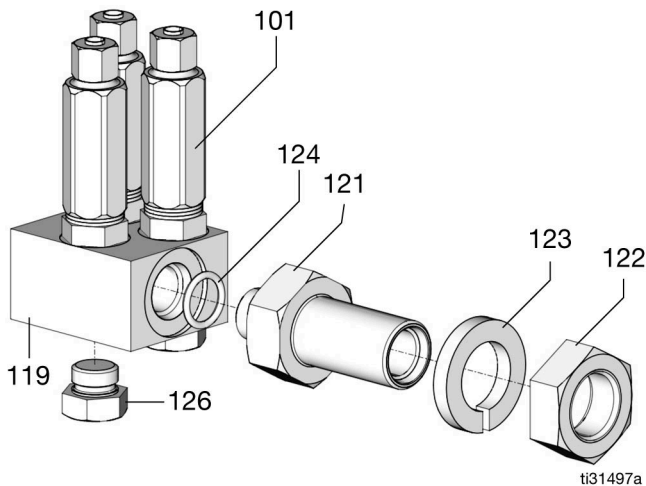
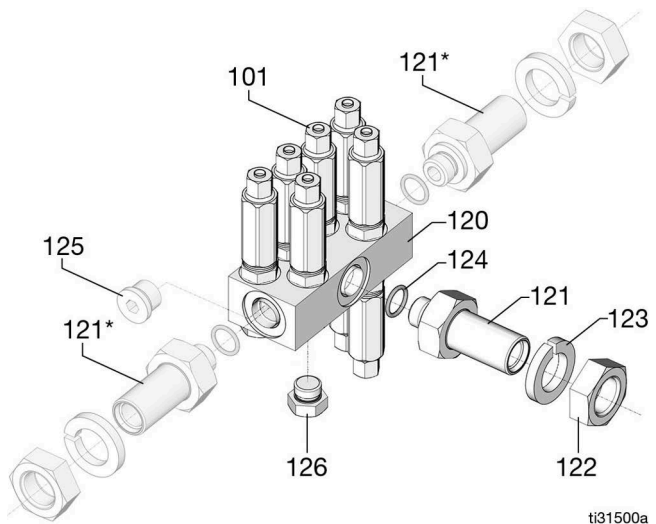
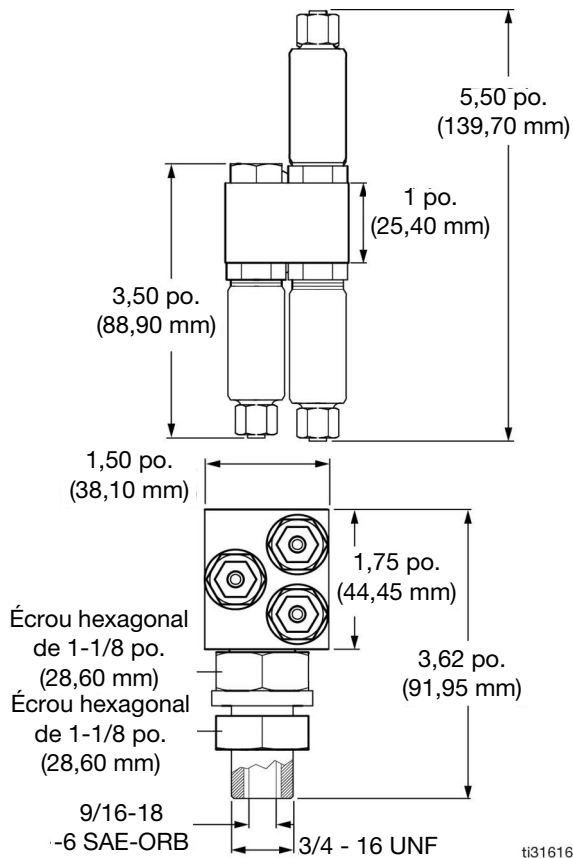

FIG. 39
FIG. 40
FIG. 41
- le collecteur à 6 orifices, utilisé sur les systèmes de lubrification à 6 points de lubrification ou moins (FIG. 39 et FIG. 41).
- le collecteur à 12 orifices, utilisé sur les systèmes de lubrification à 7 à 12 points de lubrification (FIG. 39 et FIG. 40).
\* Sur la FIG. 40 la tige de collecteur (121) est illustrée telle qu'elle est montée dans l'orifice inférieur. Elle peut aussi être montée dans les orifices latéraux.
1. Placer la tige de collecteur (121) et le joint torique (124) dans l'orifice d'entrée du collecteur d'injecteurs (119 ou 120) (FIG. 39 et FIG. 40, page 54).
**REMARQUE :** il est possible de monter l'orifice d'admission du collecteur à 12 points (120) au niveau de l'orifice latéral ou de l'orifice d'admission supérieur.
2. Utiliser des bouchons (126) pour fermer les orifices non utilisés du collecteur d'injecteurs (FIG. 39 et FIG. 40, page 54). Veiller à ce que le joint torique soit bien placé sur le bouchon. Si d'autres points de lubrification sont nécessaires, il est possible de retirer ces bouchons et de mettre en place des injecteurs de taille adéquate ainsi que des conduites de lubrifiant.